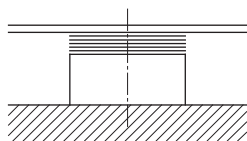
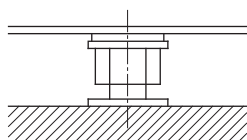

Fig. 5: Cales d'épaisseur sur la surface de fondation
Fig. 6: Vis de nivellement sur la surface de fondation
- Placer des cales d'épaisseur (d'env. 20 à 25 mm d'épaisseur) sur chaque trou de vissage de la surface de fondation (voir fig. 5). Des vis de nivellement peuvent également être utilisées (voir fig. 6).